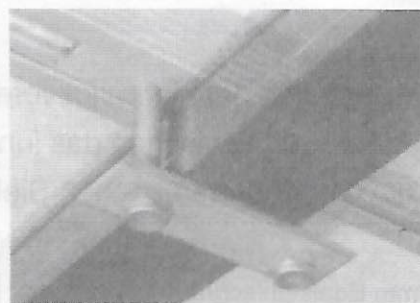

Figure 3
3. Bringen Sie das Dachzelt an vier Stellen (siehe Abbildung3) an Ihrem Dachträger/Dachreling an. Benutzen Sie dazu 2 Schrauben und 2 Gleitbleche mit dem Basisblech um das Gestänge aufzuhängen. 1 Paar in jeder Ecke.
(Abbildung3)